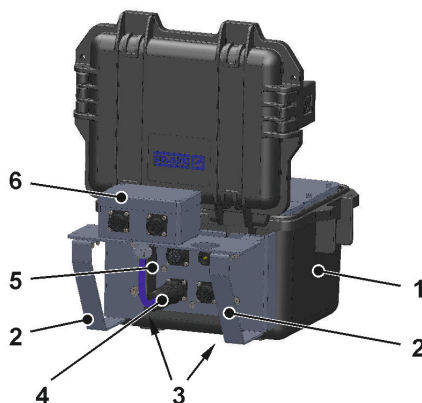

Fig. 2-1 NFM avec adaptateur
L'adaptateur peut être installé directement sur le NivuFlow Mobile avec des étriers de protection (Fig. 2-1 pos. 2) ou être fixé à un autre emplacement. Si l'adaptateur n'est pas monté sur le NFM, il doit être sécurisé en cas d'inondation.
1. Dévisser les tampons en caoutchouc (non représentés) à l'arrière du NivuFlow Mobile (Fig. 2-1 pos. 1). Les deux tôles à vis (maintenant en vrac) (Fig. 2-1 pos. 3) dans les canaux à vis (Fig. 2-1 pos. 5) sont de nouveau nécessaires dans l'étape d'installation.
2. Fixer l'étrier de protection (Fig. 2-1 pos. 2) sur le NivuFlow Mobile avec les vis fournies.
3. Fixer l'adaptateur (Fig. 2-1 pos. 6) avec les vis fournies sur les étriers de protection.
5. Insérer le connecteur (Fig. 2-1 pos. 4) du câble de raccordement du boîtier adaptateur dans la prise v2/h du NivuFlow Mobile.